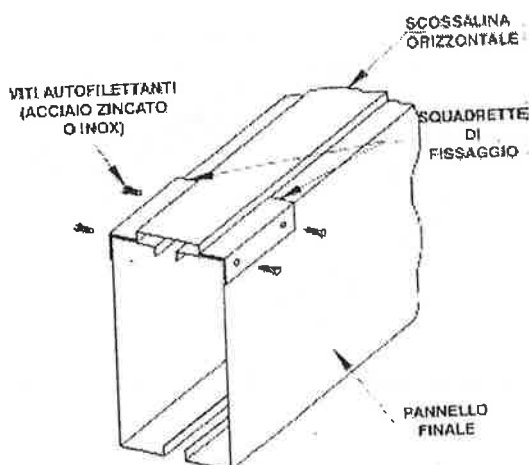

Figura 5 – Installazione della scossalina orizzontale
8. Rimuovere le viti da 6 mm. dalle squadrette di fissaggio della scossalina con la parte finale del pannello. Posizionare la scossalina sopra le flange delle sezioni bacino adiacenti. Invertire la posizione delle squadrette e fissarle nuovamente con la stessa bulloneria (vedi Figura 5).